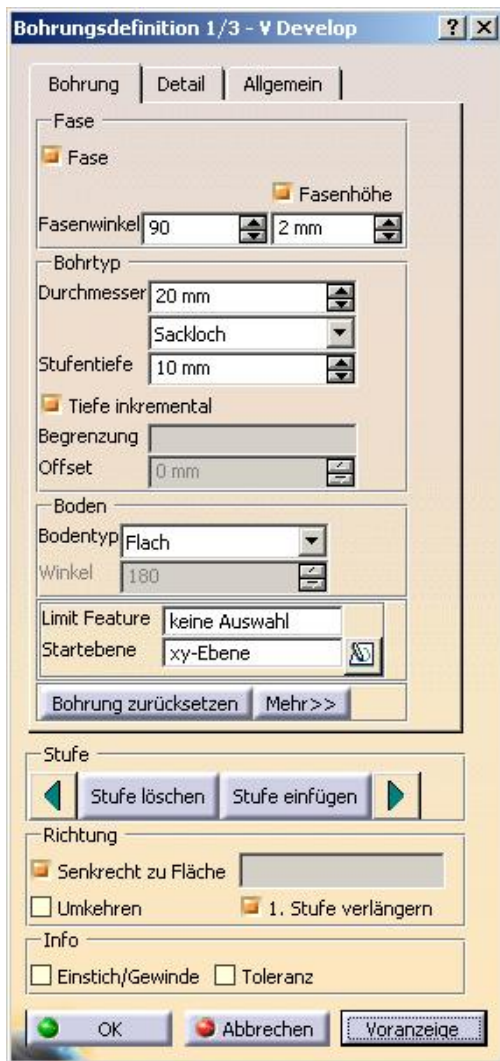

Abbildung 2.2.3: Eingabemöglichkeit von Fasenwinkel und Fasenhöhe
- Aktivierung der Checkbox „Fasenhöhe“ und Eingabe von Fasenwinkel und Fasenhöhe (siehe Abbildung 2.2.3)